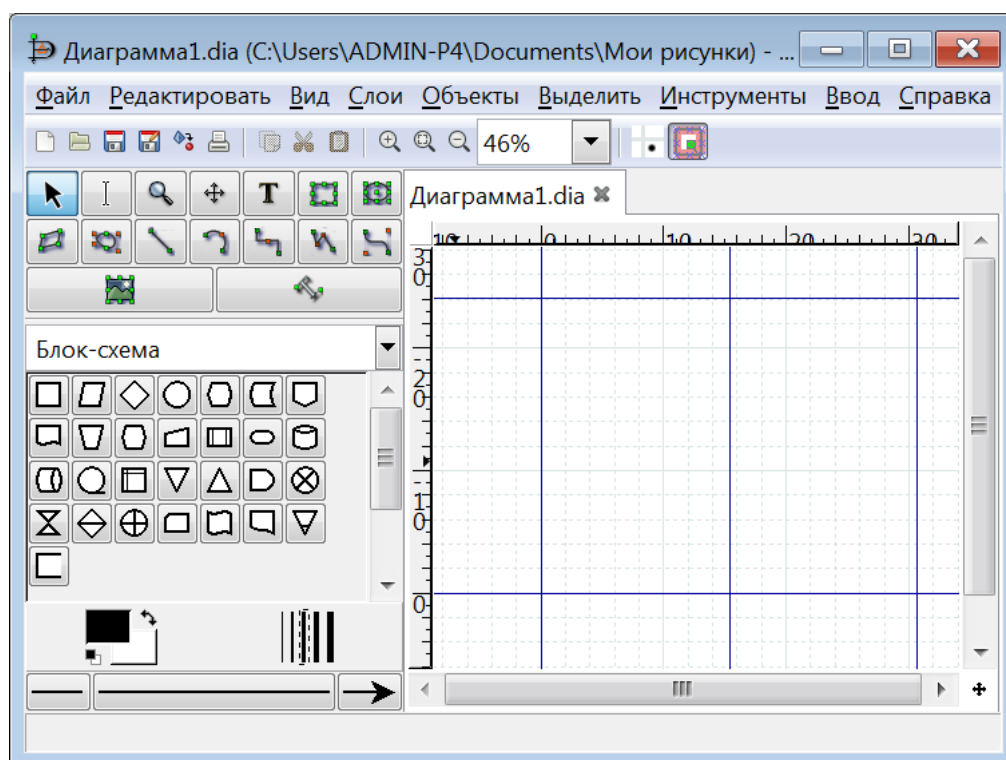
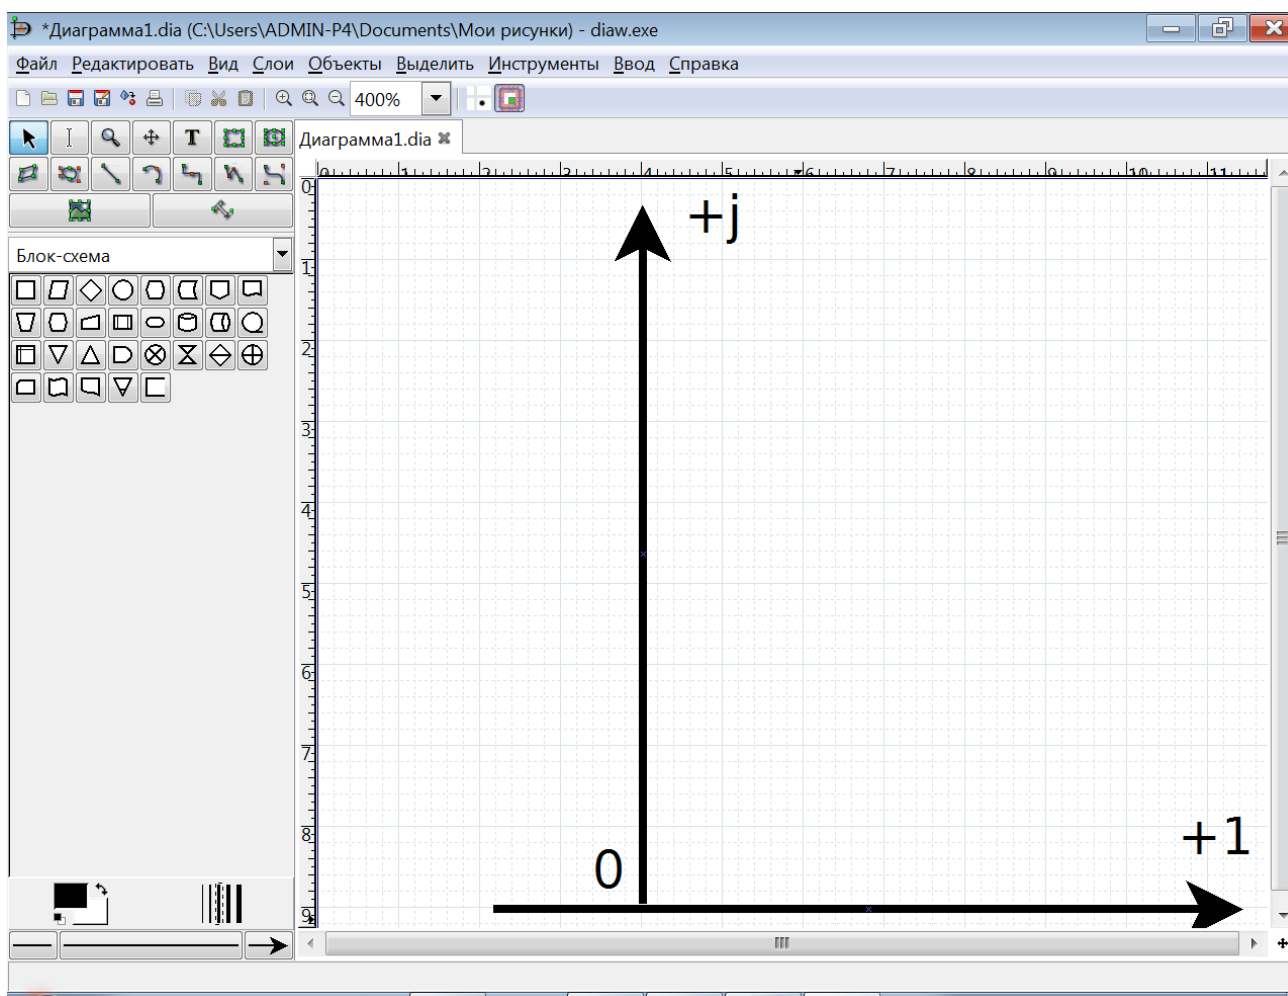

Рис. 9
Рис. 10
3.1. Запускаем программу **Dia Diagram Editor**. Открывается ее рабочее окно, вид которого показан на рис. 9. По умолчанию в окне «Библиотеки» открылась вкладка «Блок-схема».
- 3.2. На рис. 9 показано изображение рабочего поля в масштабе 46%. В этом масштабе в рабочем окне помещается сразу несколько страниц формата А4. Чтобы строить векторную диаграмму не во всю страницу, увеличим масштаб до 400 % (рис. 10), переместим линейки прокрутки в крайние положения: линейку горизонтальной прокрутки – влево, вертикальной – вверх. Таким образом, на рабочем поле перед нами будет представлен левый верхний угол активной страницы.
Кликнув на панели инструментов кнопку «Т», активируем инструмент «Текст». Помещаем указатель мыши у конца оси мнимых чисел и, кликнув левую кнопку мыши, открываем поле «Текст», в которое записываем обозначение оси «+j» (рис. 10). Аналогично подписываем обозначения оси действительных чисел «+1» и начало координат «0».